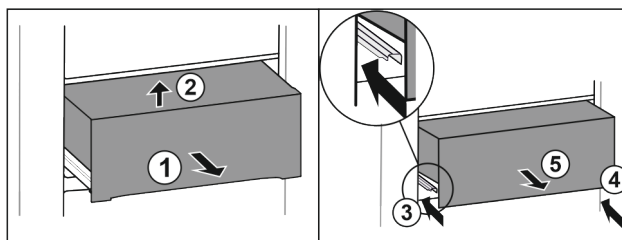

Fig. 36
- ▶ Вытяните выдвижной ящик наполовину Fig. 36 (1).
- ▶ Приподнимите спереди Fig. 36 (2).
- ▶ Вставьте левую направляющую Fig. 36 (3).
- ▶ Вставьте правую направляющую Fig. 36 (4).
- ▶ Извлеките выдвижной ящик движением вперед Fig. 36 (5).